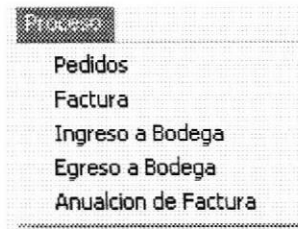

Figura 9.2. Seleccionando Pedidos
2. Seleccione <Pedidos> en el menú de Procesos dando clic con el mouse como se muestra en la figura 9.2.